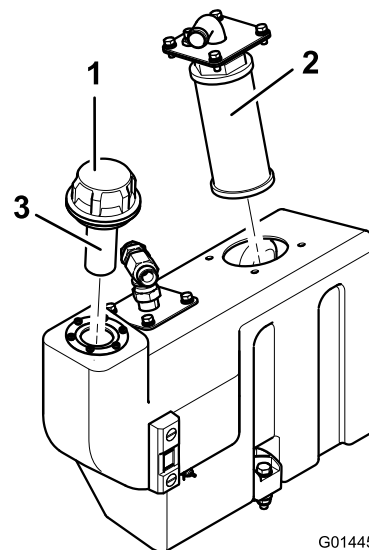

Figure 76
1. Enlevez la bride d'aspiration du réservoir d'huile pour accéder à la crépine d'aspiration (Figure 76).
2. Dévissez et déposez la crépine et nettoyez-la avec de la paraffine ou de l'essence avant de la reposer (Figure 76).